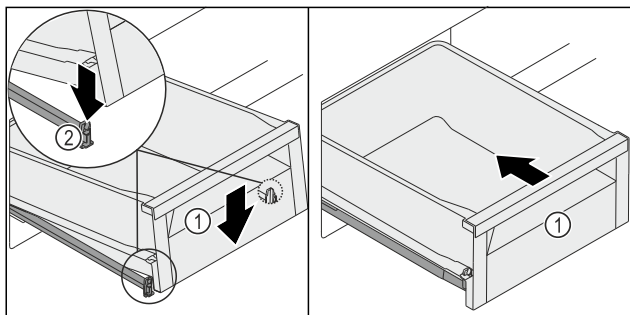

Fig. 260
- Sänk ner utdragslådan Fig. 260 (1) framtill så att den glider in i vänster och höger bygel Fig. 260 (2).
- Du hör när utdragslådan Fig. 260 (1) hakar fast.
- Skjut in utdragslådan Fig. 260 (1).